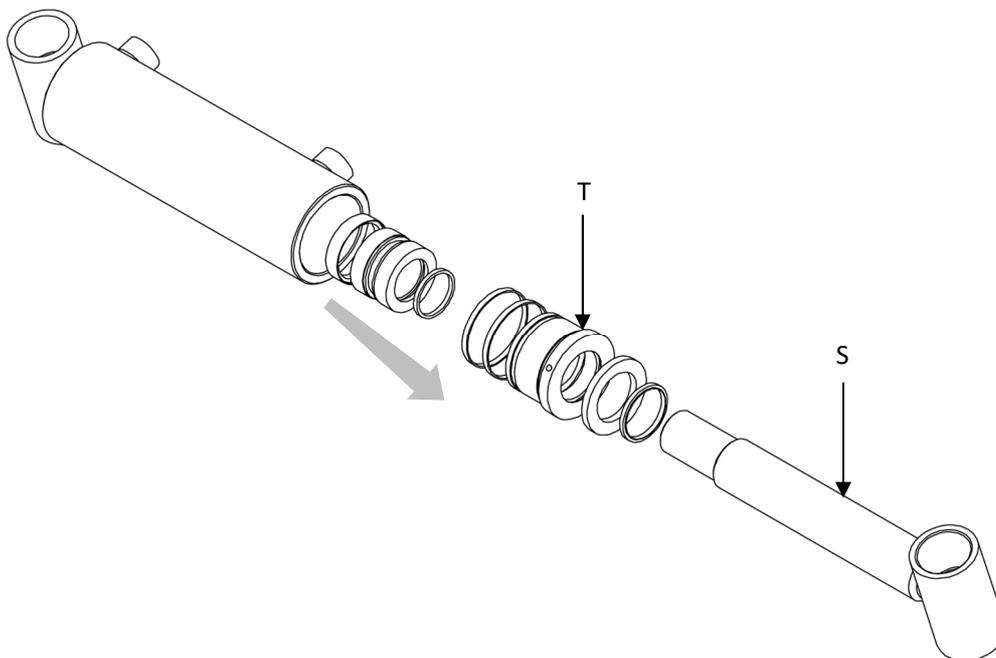

Abbildung 23
7. Beachten Sie dazu *Abbildung 23*.